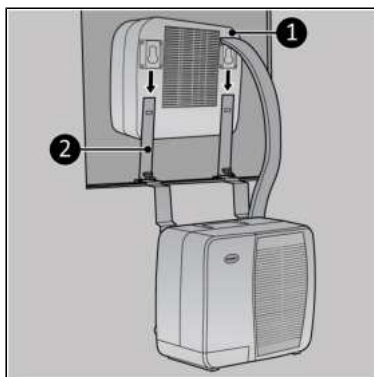

Figura 26.
2. Glisați unitatea interioară pe suportul superior al rulotei (Figura 26, poz. 2).